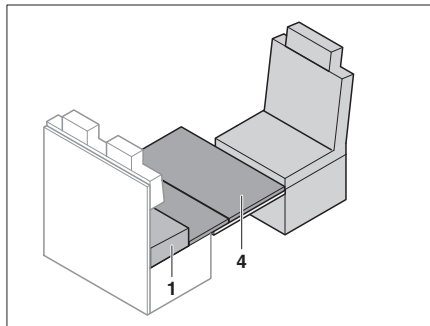

Fig. 194 Placer le support pour lit de secours
- Placer le support pour lit de secours (Fig. 194,4) sur la table. Ce faisant, placer le bord avant du support pour lit de secours directement contre le siège conducteur.